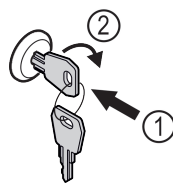

Fig. 144 Példaként szolgáló ábrázolás
- Dugja be a kulcsot Fig. 144 (1).
- Forgassa el a kulcsot 90°-kal az óramutató járásával megegyező irányba Fig. 144 (2).